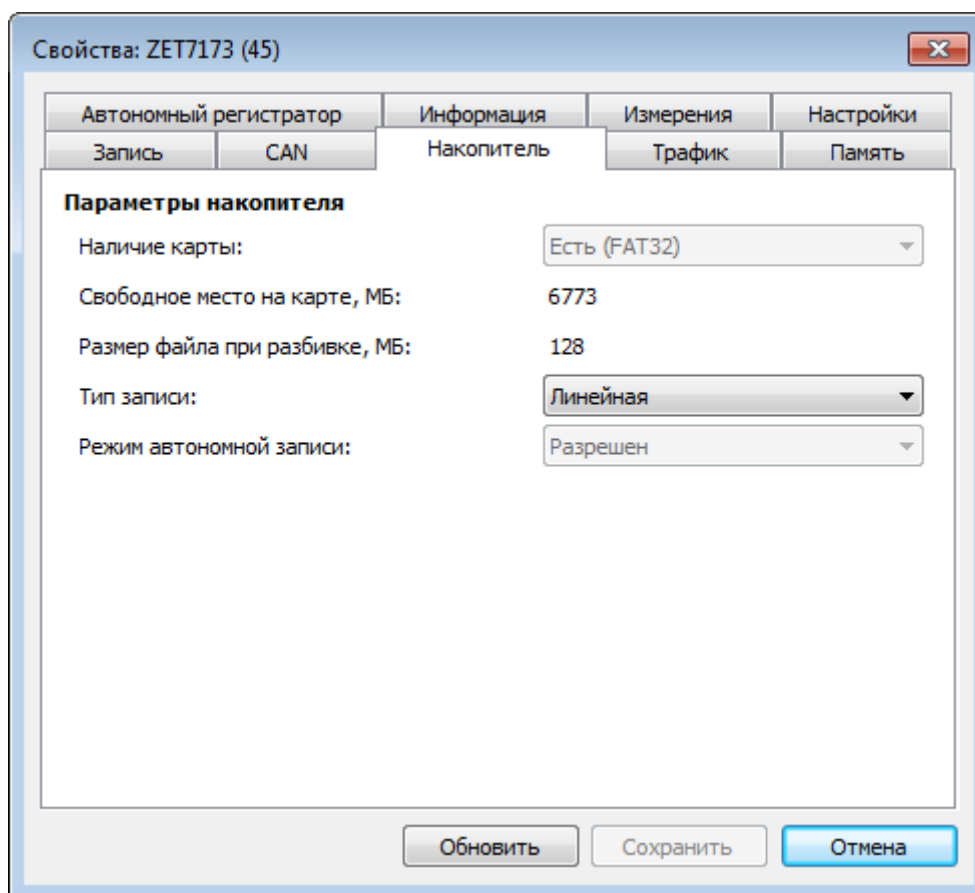

Рис. 2.15 Вкладка «Накопитель» ZET 7173
- во вкладке «Накопитель» в поле «Тип записи» следует выбрать свойство «Линейная» (Рис. 2.15).